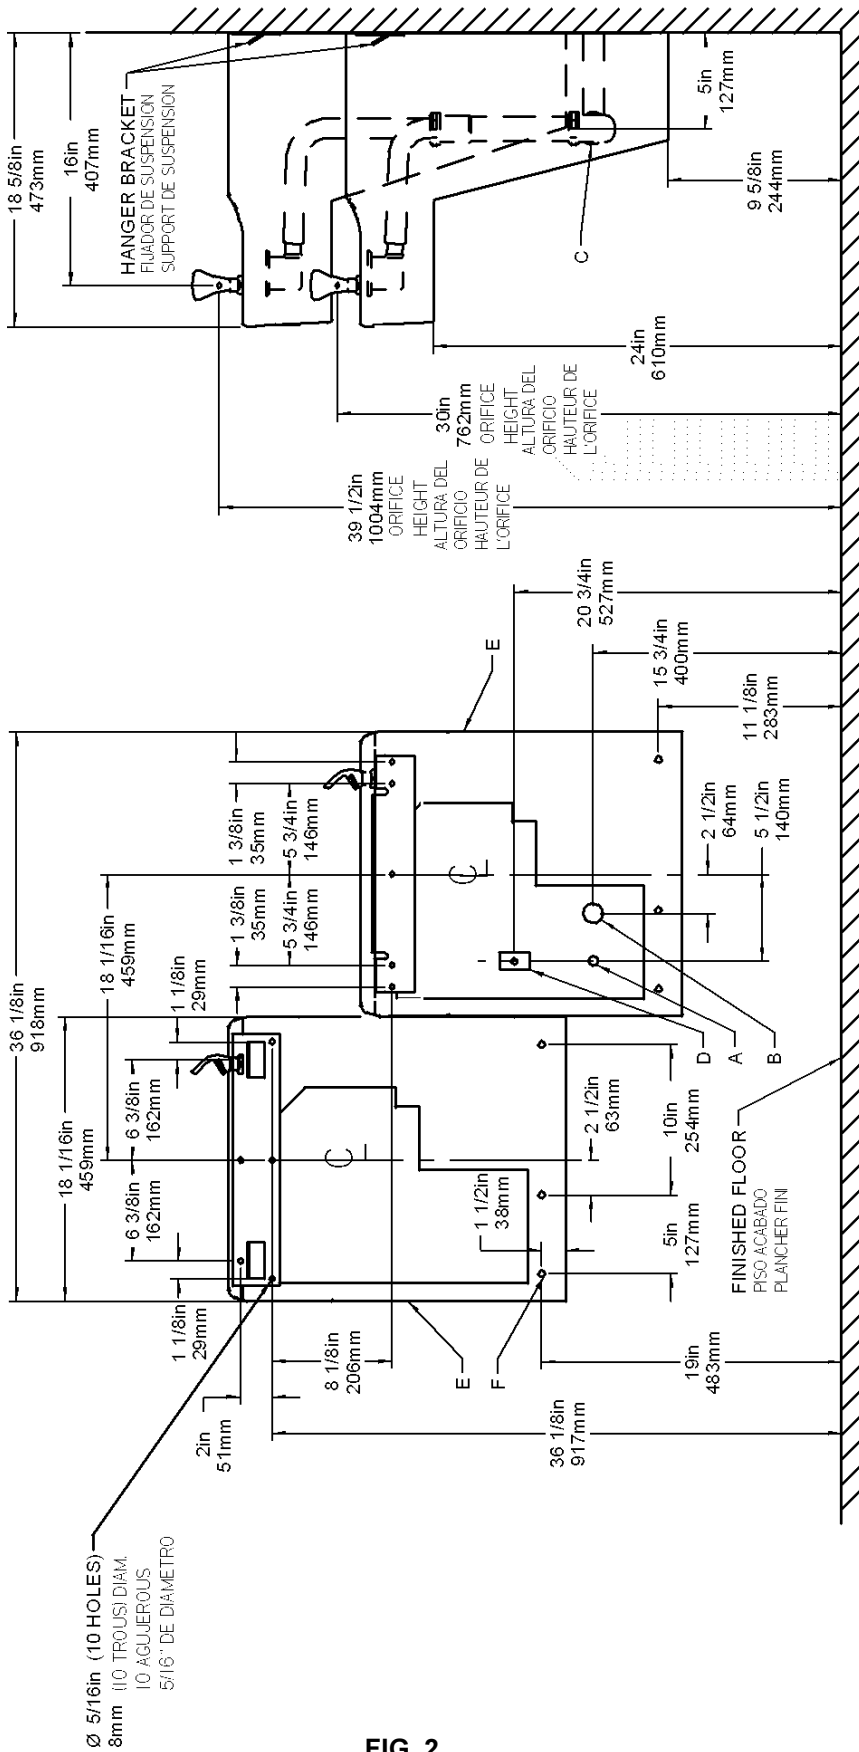
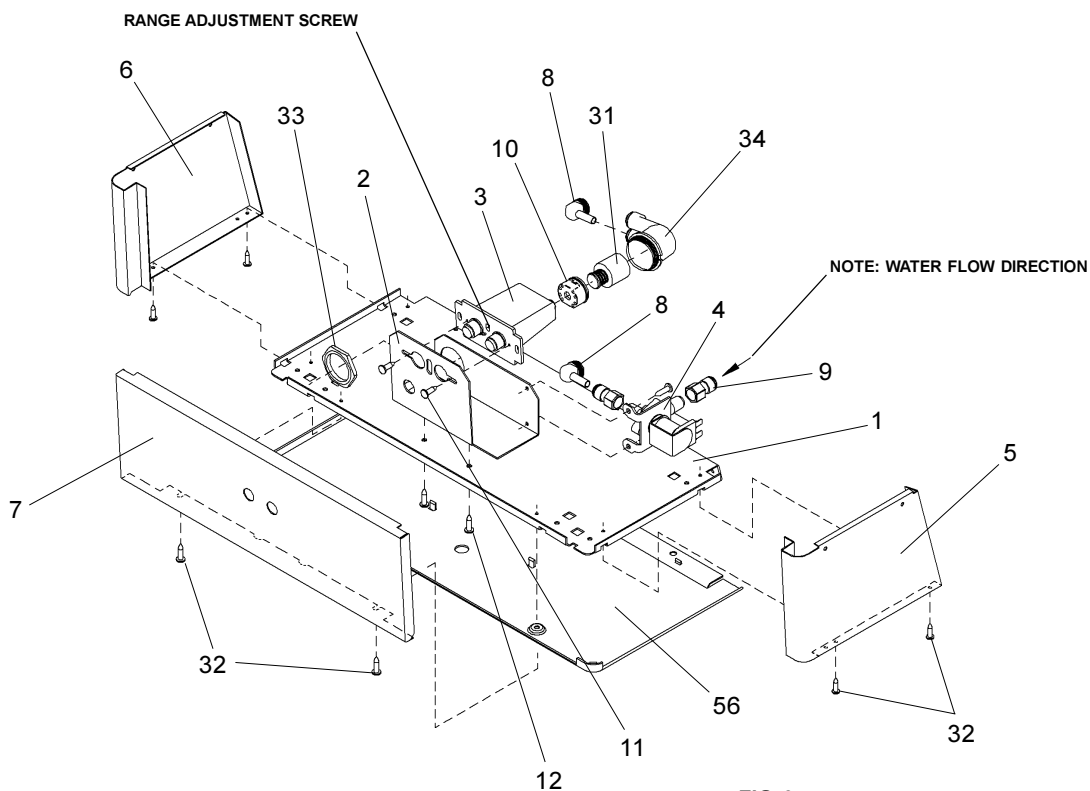

FIG. 2
FIG. 3
See Fig. 3 (on page 3) for
- Using a small tip screwdriver, rotate range adjustment screw clockwise to increase range and counter-clockwise to decrease range. (See Fig. 3).
- À l'aide d'un petit tournevis, vissez la vis de réglage de la plage dans le sens des aiguilles d'une montre pour l'augmenter ou dans le sens contraire des aiguilles d'une montre pour la diminuer. (Voir fig. 3).
- 1) Remove hanger bracket fastened to back of cooler by removing one (1) screw.
- 2) Mount the hanger bracket and trap as shown in Figure 2.
- Anchor hanger securely to wall using all six (6) 1/4 in. dia. mounting holes.
- 4) Loosen the two (2) screws holding the lower front panel at the bottom of cooler base and two (2) screws at the top. Remove the front panel and set aside.
- 7) Stream height is factory set at 45-50 PSI. If supply pressure varies greatly from this, re-adjust stream height to approximately 1-1/2" (38mm) above the bubbler guard by turning adjustment screw, accessible by removing front panel, Item No.7 (see Fig.3 & 5).
- 8) Replace the front panel and secure by re-tightening four (4) screws.
- 1) Quite gancho paréntesis abrochó para apoyar de más fresco quitando uno (1) tornillo.
- 2) Monta el paréntesis de gancho como mostrado en la Fig 2.
- El gancho del ancla seguramente a usar de pared todo y seis (6) 1/4 en. dia. hoyos que montan.
- 4) Afloje los dos (2) tornillos que sostienen la parte inferior del panel en la parte inferior de la base del enfriador y los dos (2) tornillos en la parte superior. Quite el panel frontal y póngalo a un lado.
- 7) La altura del chorro se determina en la fábrica a 45-50 PSI. Si la presión del suministro varía demasiado de este valor, reajuste la altura del chorro a aproximadamente 1-1/2" por encima del protector del borboteador dando vuelta al tornillo de ajuste sacando el panel frontal de empuje, Artículos 7 (vea Fig. 3 y 5).
- 8) Vuelva a colocar el panel frontal y asegúrelo apretando nuevamente los cuatro (4) tornillos.
- 4) Dégagez les deux (2) vis retenant le panneau inférieur avant au bas de la base du refroidisseur ainsi que deux (2) vis sur le dessus. Retirez le panneau avant et mettez-le de côté.
- 7) Le niveau d'écoulement est réglé en usine à 45-50 Lb/po2. Si la pression varie beaucoup de ce point, ajustez le niveau à nouveau à environ 1-1/2" (38mm) au-dessus du protège-barboteur en tournant la vis de réglage du régulateur que l'on trouve en retirant le panneau, article 7 (voir fig. 3 et 5).
- 8) Remplacez le panneau avant et fixez le en place en resserrant les quatre (4) vis.